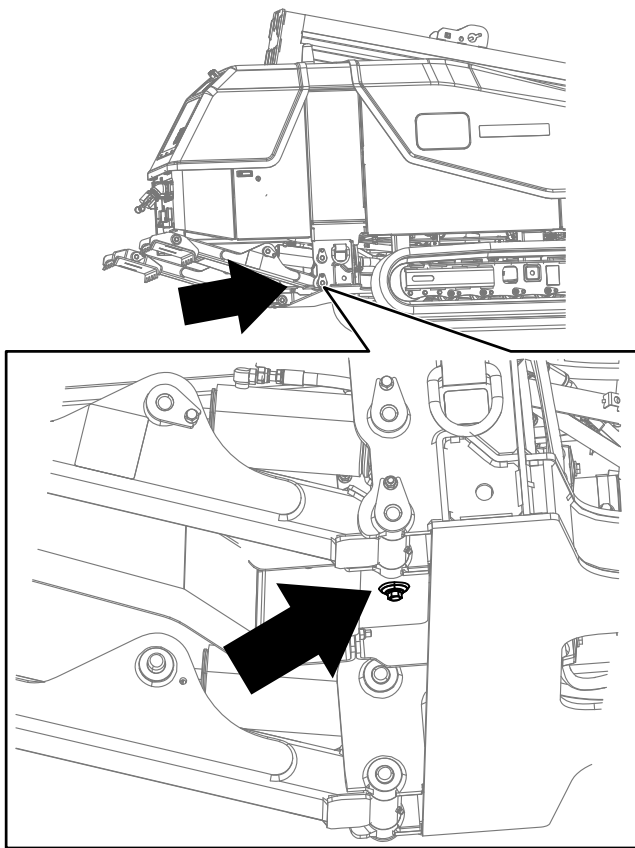

Figura 115
5. Retire el tapón de vaciado del fondo del depósito (Figura 115).